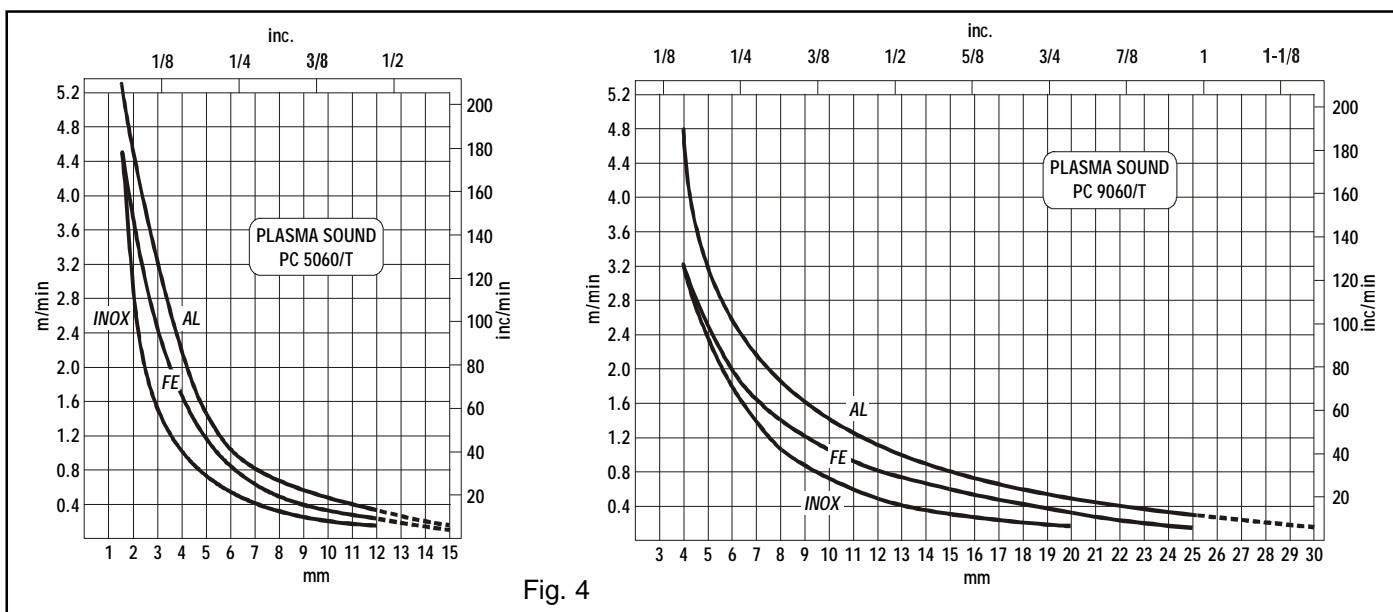

Fig. 4
- Spessore eccessivo del pezzo (vedere diagrammi velocità di taglio, fig. 4)